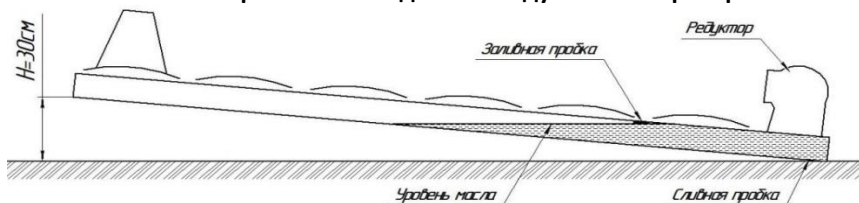

Рис.13 Проверка уровня масла в полости режущего бруса
1. Выполнить все операции ежесменного технического обслуживания 2. Проверьте уровень масла и при необходимости добавьте масло: - в полость конического редуктора - в полость режущего бруса	Уровень масла должен быть на уровне риски на щупе Уровень должен соответствовать схеме (рис. 13)
- поднимите правую сторону бруса на высоту $H = 30\text{ см}$ (рис.13);
- уровень масла считается нормальным, если уровень достигает нижнего края отверстия (рис. 13).